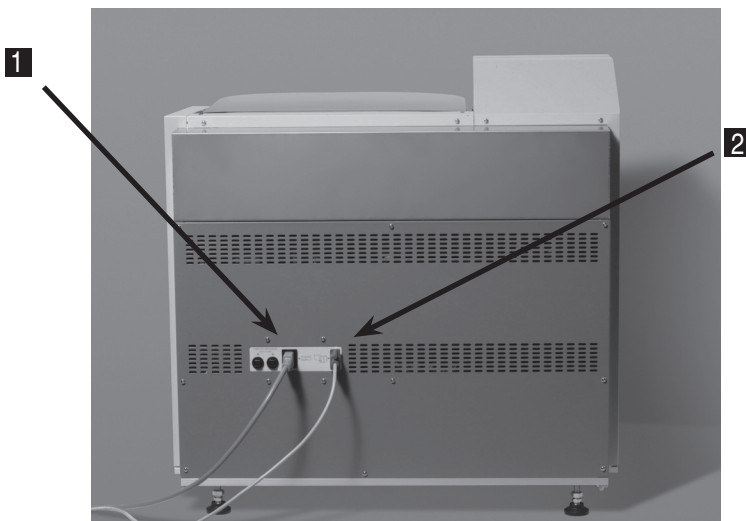

Bild 2-Q
2. Stecken Sie das Netzkabel in den Netzeingang **1**, (Bild 2-Q) auf der Rückseite des Gerätes.
1. Verbinden Sie ein Kabelende zum Link Eingang **2** (Bild 2-M) auf der Rückseite des Gerätes und das andere Ende rechts unten am Prisma Färbeautomaten.